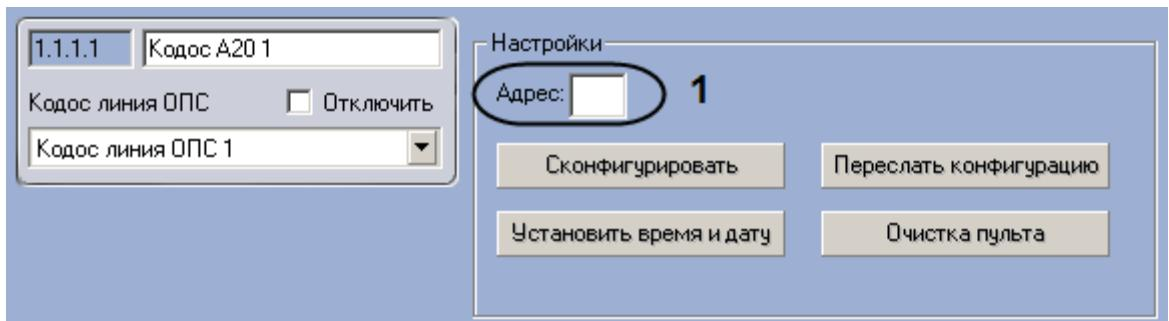

Рис. 3.6—3 Настройка ППКОП Кодос A-20
2. Ввести аппаратный адрес подключения ППКОП *Кодос A-20* в поле **Адрес** (см. Рис. 3.6—3, 1).